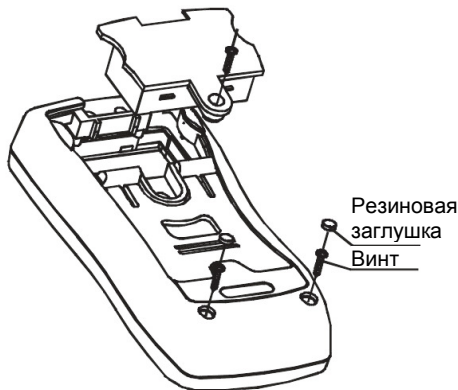

Рисунок 13
**С. Замена предохранителей** (см. Рисунок 13)